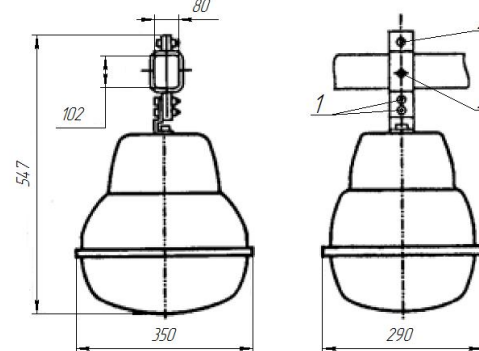

Рисунок 2 – модификация 003 – крепление на брус
Светильники модификации 003 (рисунок 2): светильник устанавливается на бруске при помощи крепежных скоб, которые закрепляются снизу двумя (1) и сверху одним (2) болтами Ø8 мм. Затем стопорят брус болтом (3) Ø6 мм (перед установкой необходимо просверлить на бруске отверстие Ø6,5 мм).